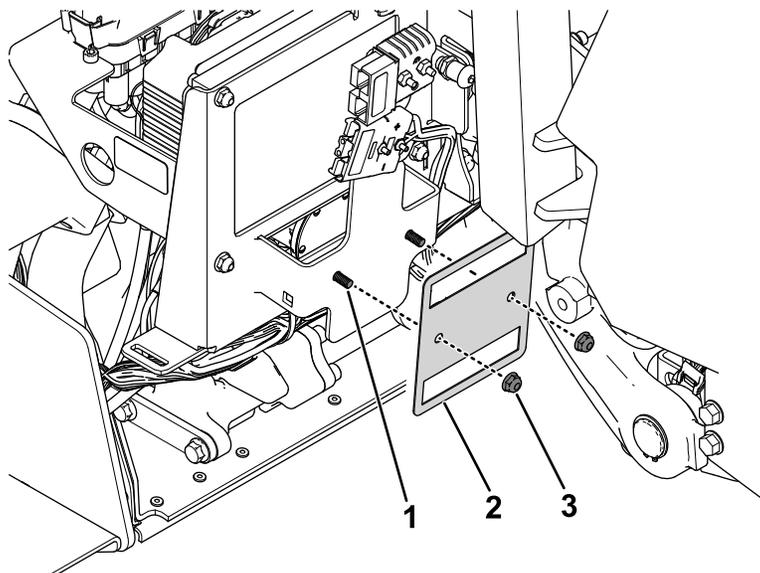

**Figura 35**
2. Rimuovete e conservate i gruppi fusibili (fusibili e cavi) dalla staffa dei fusibili (Figura 35).
- Montate i gruppi fusibili sulla nuova staffa dei fusibili (Figura 35).